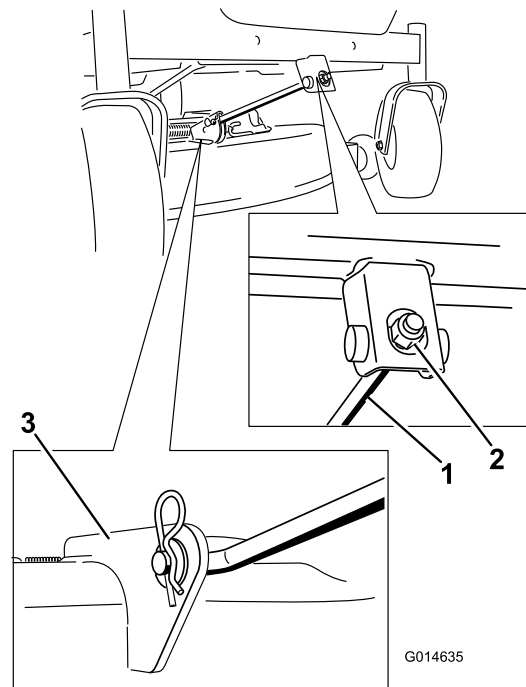

Figure 55
4. Retirez la goupille fendue de la tige de support avant et déposez la tige du support de tablier (Figure 55). Abaissez doucement l'avant du tablier de coupe au sol.
6. Fixez la tige de support avant au tablier de coupe à l'aide de l'axe de chape et de la goupille fendue (Figure 55).